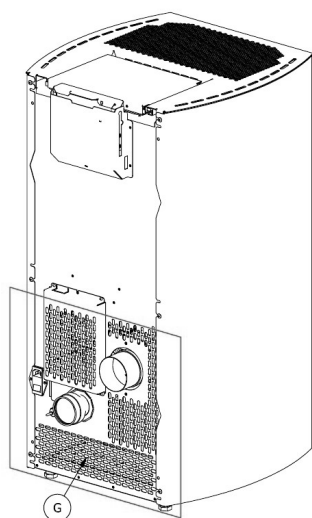

Fig. 87 - Rejilla posterior
- Si el cojinete está desgastado sáquelo **Fig. 87**) y cámbielo.